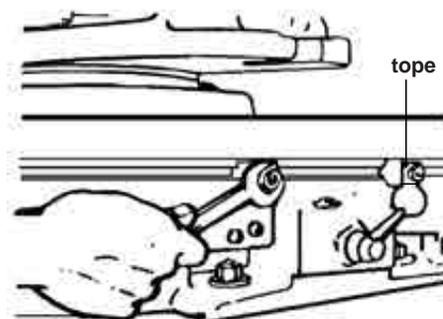

Fig. 8
- d) Ubique y fije los topes para limitar el recorrido automático de la mesa (Fig. 8).